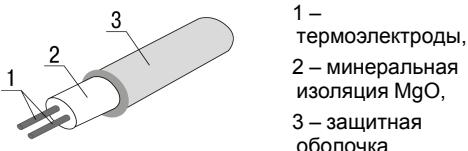

Рисунок 4.3 – Конструкция ЧЭ на основе КТМС
- ЧЭ на основе КТМС (конструктивно состоят из гибкой металлической жаростойкой трубы небольшого диаметра (до 4,5 мм) со встроенными термоэлектродами. Пространство между внутренней поверхностью трубы и термоэлектродами заполнено минеральной изоляцией – оксидом магния), см. рисунок 4.3. Такая конструкция позволяет в случае необходимости изгибать ЧЭ и защищает термоэлектроды от негативного воздействия внешней среды.